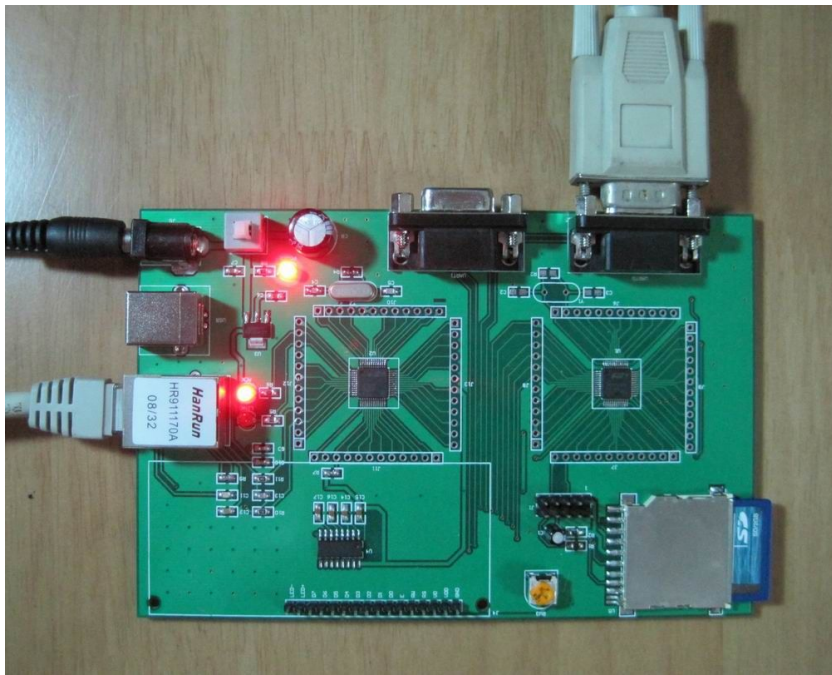

图 4-7 上电
Step1: 接入 5V 的直流电源，弹起电源开关，不用注意电源的正负极，内部已经接桥堆进行调整，上电后，单片机旁的 LED 灯亮（POWER 灯先点亮, ACK 灯推迟 3 秒点亮，如果不亮需重启），说明单片机开始工作，网络通讯正常。（所有新购买的开发板都已事先将 CP2200 以太网通信例程写入单片机）如图 4-7: